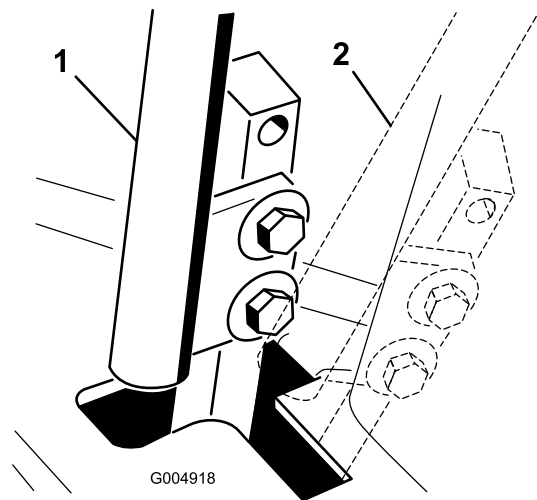

Bild 57
4. Schieben Sie den Schaltbügel in die neutrale, jedoch **nicht arretierte** Stellung (Bild 57).
6. Prüfen Sie, ob der Fahrhebelshebel relativ zur Kerbe im Armaturenbrett ist (Bild 57).